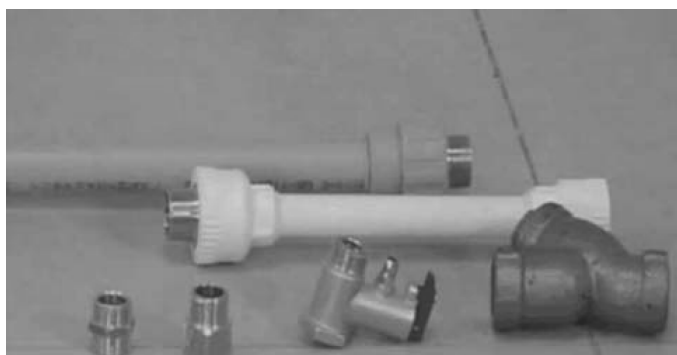

图 7-33 水管连接附件
1) 水管连接附件有安全阀、过滤器、铜接头、过渡接管、补水管, 如图 7-33 所示。